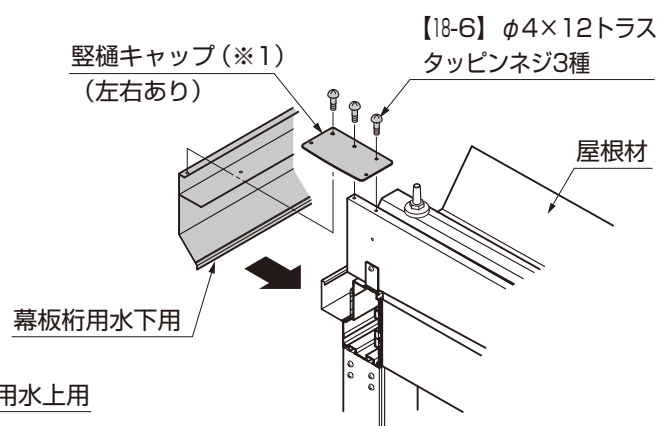

図17-3 B部詳細図
- ②幕板桁用水上用の両端上方の内側に止水パッキン横樋梁用の裏面シールをはがして貼付けてください。(図17-3参照)
- ③幕板桁用水上用を縦樋キャップに【18-6】で取付けてください。(図17-3参照)